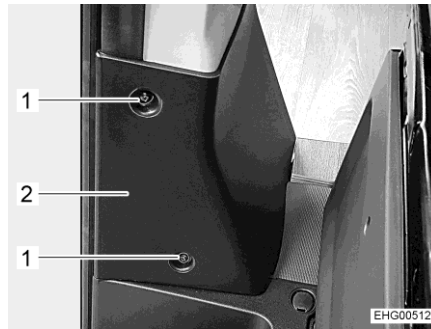
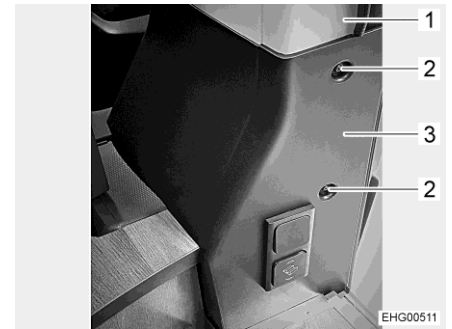

Bild 75 Abdeckung (von Fahrerhaustür aus gesehen)
Bild 76 Abdeckung (von Schiebetür aus gesehen)
- 2 Schrauben (Bild 75,1) sowie 2 Schrauben (Bild 76,2) herausdrehen und Abdeckung (Bild 75,2 und Bild 76,3) von B-Säule (Bild 76,1) abnehmen.